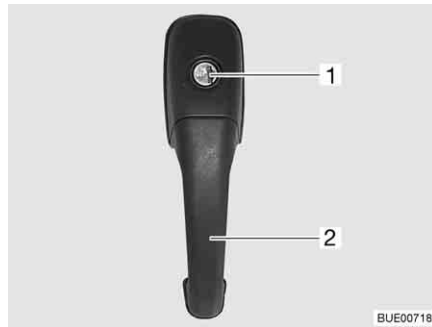

Bild 28 Türschloss Eingangstür, außen
- Schlüssel in Schließzylinder (Bild 28,1) stecken und drehen, bis das Türschloss entriegelt ist.
- Am Türgriff (Bild 28,2) ziehen. Die Tür ist geöffnet.
- Schlüssel in Schließzylinder (Bild 28,1) stecken und drehen, bis das Türschloss verriegelt ist.